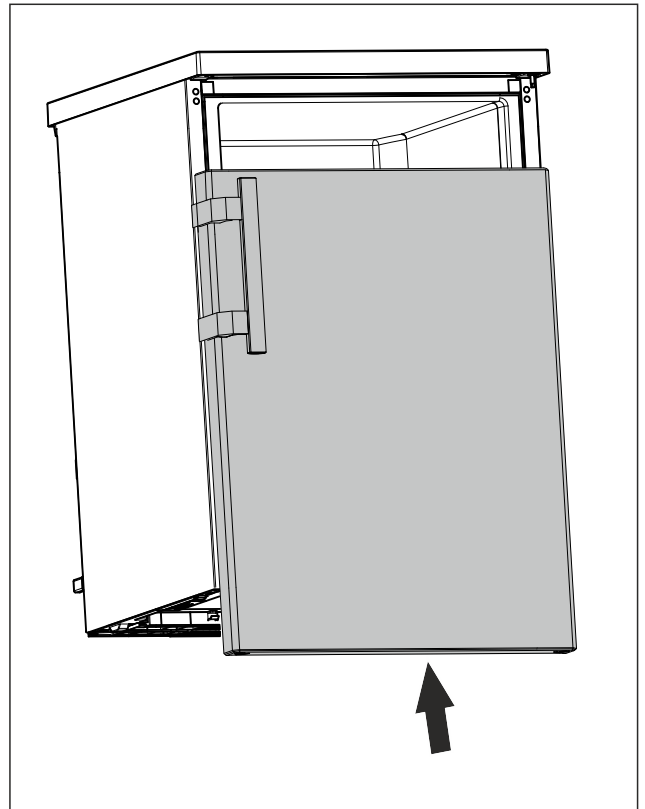

Fig. 24
- ▶ Työnnä ovi suljettuna ylemmän pulttiin. (katso Fig. 24)